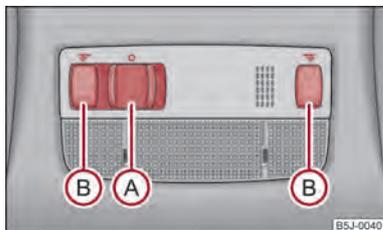

Abb. 27 Innenbeleuchtung - Variante 1
- Drücken Sie den Schalter  zur Mitte der Leuchte, es erscheint das Symbol  ⇒ Abb. 27.
- Drücken Sie auf einen der Schalter  ⇒ Abb. 27, um die rechte oder linke Leseleuchte ein- bzw. auszuschalten.